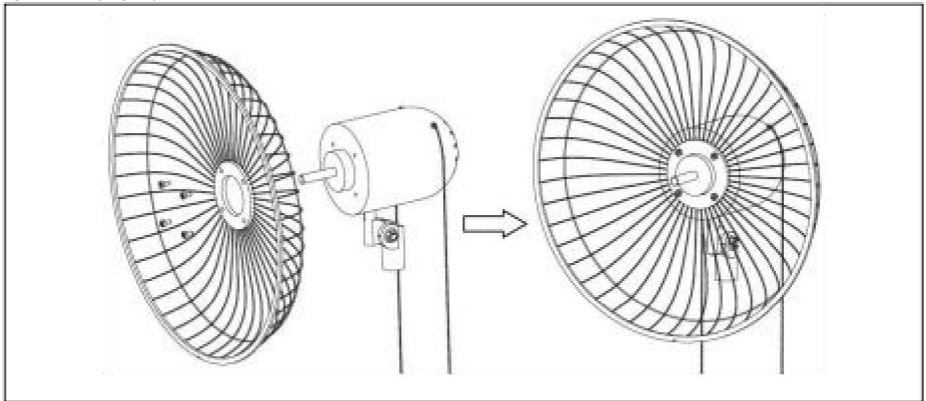

Fig.5.
- 1). Rimuovere le viti della griglia dalla testa del motore. Quindi, fissare la parte posteriore griglia (12) sulla testa del motore con la vite della griglia posteriore (13) come mostrato nella figura diagramma (Fig.5.)